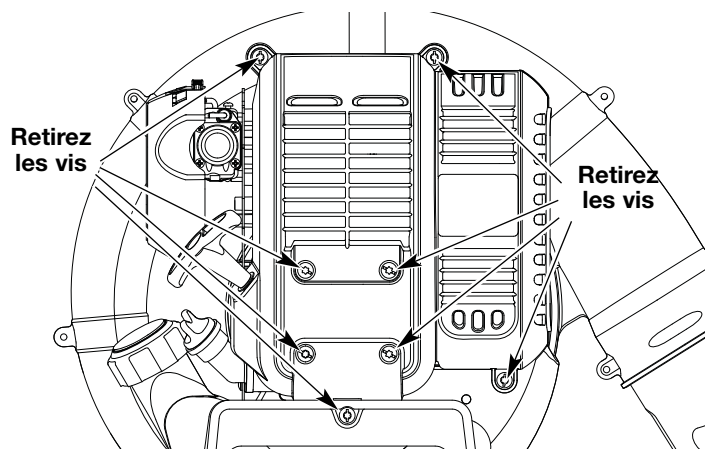

Fig. 30
- Enlevez les huit (8) vis du haut du couvercle du moteur à l'aide d'un tournevis à lame plate ou T-25 Torx (Fig. 30).
- Déposez le couvercle du moteur Fig. 30).
1. Arrêtez le moteur et laissez-le refroidir. Enlevez les huit (8) vis du haut du couvercle du moteur à l'aide d'un tournevis à lame plate ou T-25 Torx (Fig. 30).